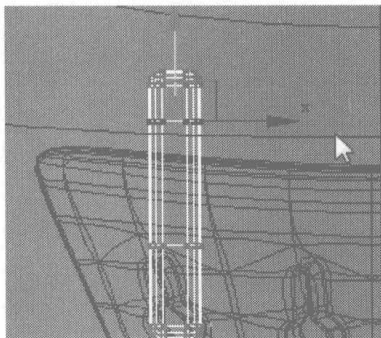
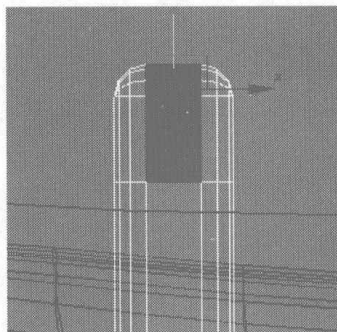
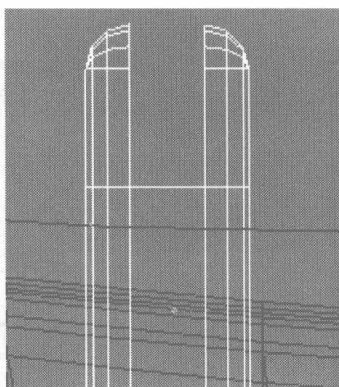

图 5.449
图 5.450
图 5.451
- 02** 调整模型上的点到如图 5.449 所示的位置。选择如图 5.450 所示的面,按 Delete 键将其删除,如图 5.451 所示。